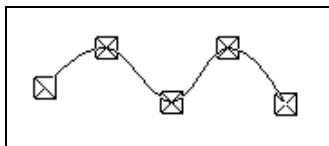

Рис. 5.14. Построение кривой Безье
- ◆ задайте первую точку ЛК мыши, через которую должна пройти кривая Безье. Следующие точки вы можете задать в текстовом поле **t1** на Панели свойств или щелкая ЛК мыши в определенных точках (рис. 5.14);